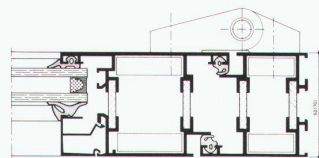

Fig. 1
a) Ein neues Türprogramm (Fig. 1) für ein- und zweiflügelige Türen mit allen Öffnungsarten (einwärts, auswärts, wechselseitig). Ausführung mit oder ohne Schwelle und kombinierbar mit dem übrigen Alisol-2-Programm: Anschlagtüren, Halbpandeltüren, Pandeltüren, Fallschiebetüren.